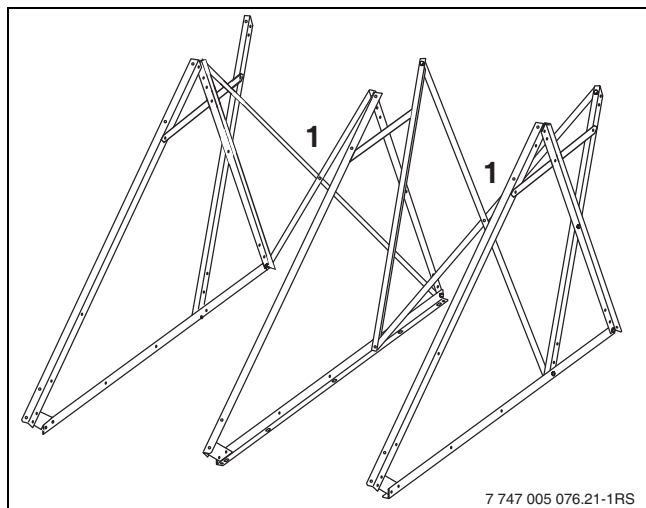

Fig. 21 Monter les contrelattes
- Visser 4 contrelattes en 2 croix (fig. 21, [1]).